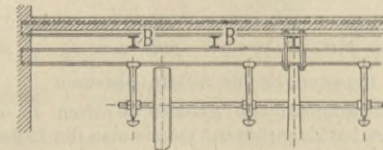

Fig. 3.
2. Man musste noch Unterlagen schaffen durch Einbauen von I-Eisen BB (Fig. 3), welche man mit dem I-Eisen des